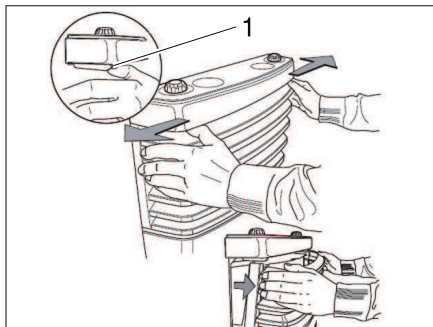

Fig. 101 Enlever le revêtement du chauffage
- Enlever le revêtement du chauffage. A cet effet, pousser les ressorts de fermeture (Fig. 101,1) latéralement vers l'extérieur, faire basculer le revêtement vers l'avant et le soulever hors des paliers inférieurs.